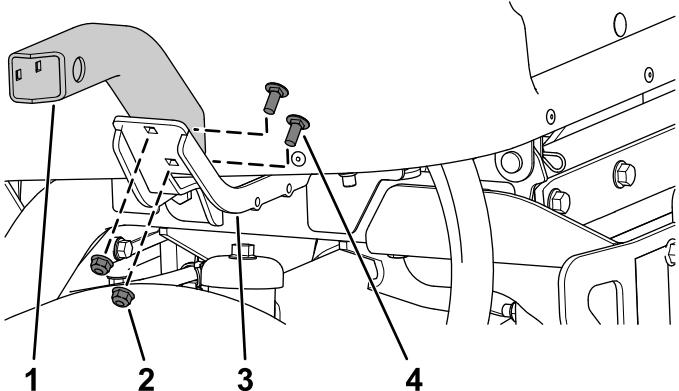

Figura 23
3. Fije el bastidor corto izquierdo y el bastidor corto o largo derecho al bastidor izquierdo y al bastidor derecho con 4 pernos de cuello cuadrado ( $5/16'' \times \frac{3}{4}''$ ) y 4 tuercas con arandela prensada ( $5/16''$ ), tal y como se muestra en la Figura 23.